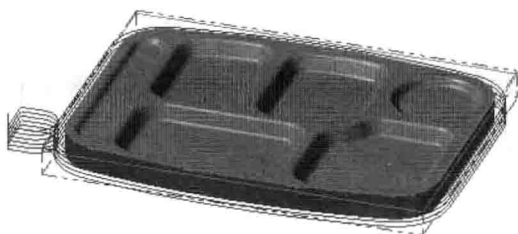

图 1.20 刀具路径
Step14. 单击“2D 刀具路径-外形”对话框中的  按钮，完成参数设置，此时系统将自动生成图 1.20 所示的刀具路径。